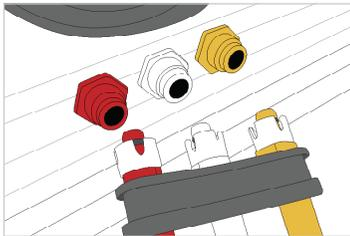

Abbildung 1
1. Trennen Sie den schwarzen Stecker mit den roten, weißen und gelben Schläuchen vom Gerät. **(Abb. 1)**